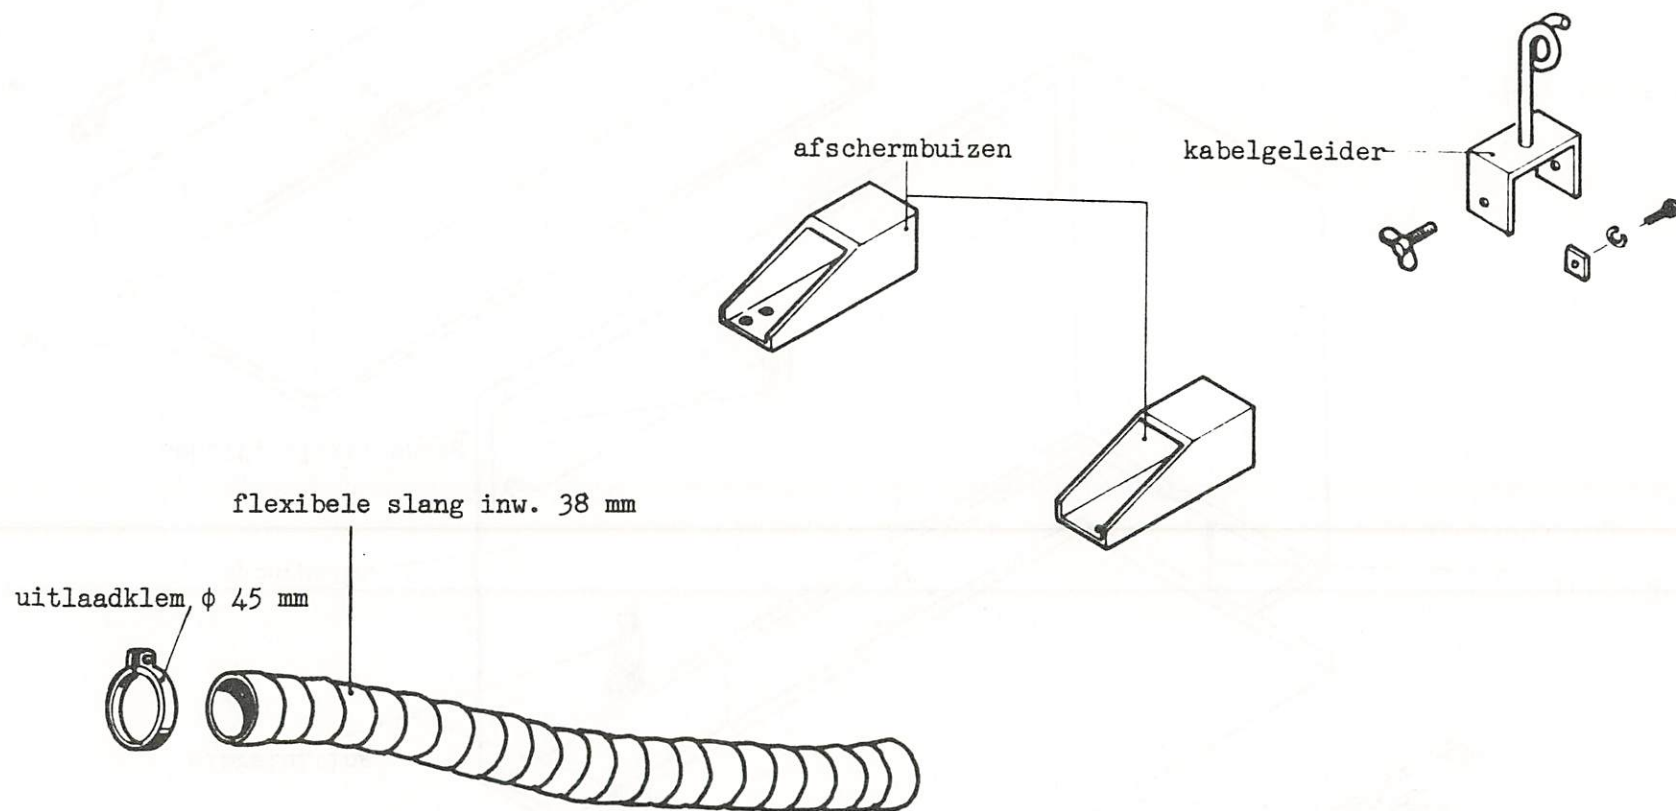

Fig. 1.6 FLEXIBELE SLANG MET UITLAATKLEM, AFSCHERMBUIZEN EN KABELGELEIDER
- 2 afschermbuizen (zie fig 1.6)
- 1 kabelgeleider (zie fig 1.6)
- 1 flexibele slang met uilaatklem (zie fig 1.6)